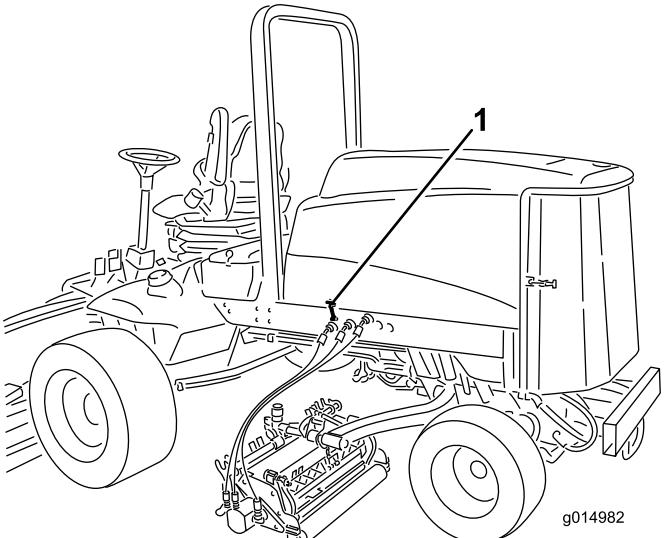

Figura 32
2. Desengate o trinco do capot e abra o capot (Figura 32).